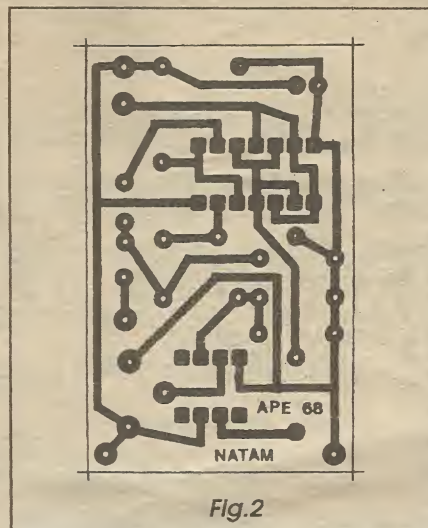

Fig.2
- FIG. 2 - LAY OUT DO CIRCUITO IMPRESSO ESPECÍFICO - Devido à presença dos dois integrados, centralizando praticamente toda a parte ativa do circuito, o padrão cobreado (visto em tamanho natural na figura...) tornou-se muito
dos, a referência posicional é dada pela extremidade marcada... Os diodos tem sua orientação definida pela marca na extremidade de **catodo** (uma faixa ou anel cor contrastante...). Finalmente, o capacitor eletrolítico tem a polaridade de seus terminais demarcada no próprio *corpo* do componente, lembrando ainda que a *perna positiva* costuma ser a *mais longa*... Ao final, tudo deve ser reconferido, aproveitando-se para verificar a qualidade dos pontos de solda pela face cobreada (o outro lado da placa, originalmente visto na **FIG. 2**), corrigindo-se eventuais erros, falhas, lapsos ou *corrimentos*, antes de cortar as sobras dos terminais, passando então à fase das conexões externas...